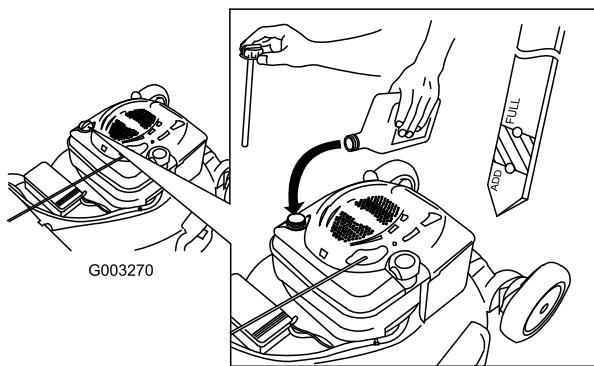

Figura 38
- Vierta lentamente aceite en el tubo de llenado hasta que el nivel llegue a la marca Full de la varilla (Figura 38). **No llene demasiado.** (Capacidad máxima: 0,59 l, tipo: SAE 30, aceite detergente con clasificación de servicio API SF, SG, SH, SJ, SL o superior.)